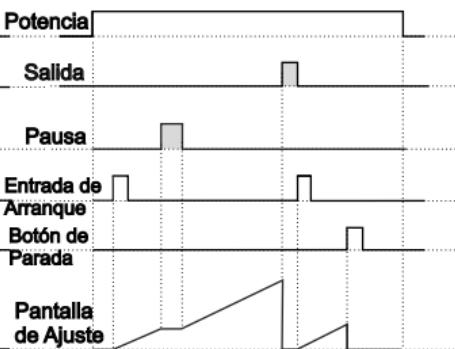

Figura 1.4
1.2.2 Si Conteo Ascendente **dEct** = 0 y **butF** es **oFF**, el diagrama de control se muestra la figura 1.4.